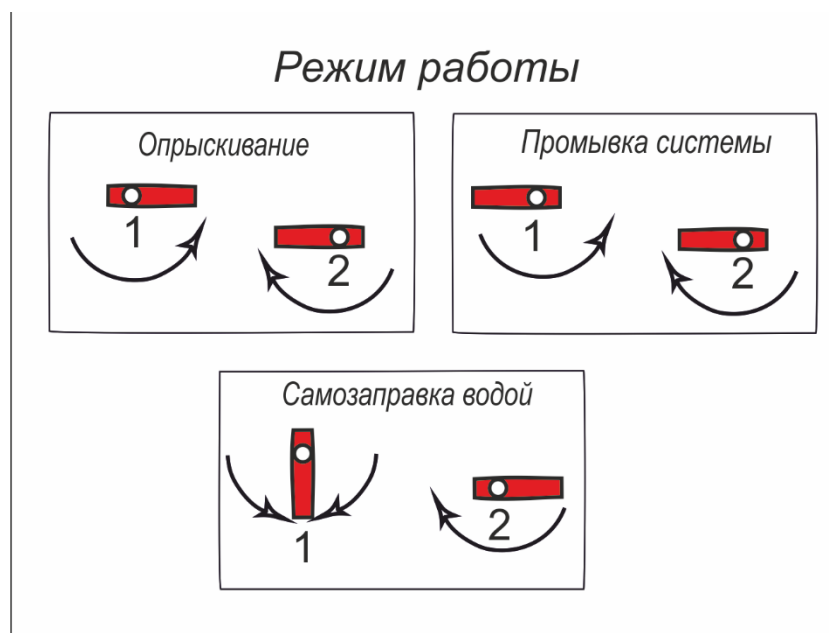

Рис. 9. Положения рукояток трехходовых кранов при различных режимах работы.
5.4.1. Опрыскиватель может работать в следующих режимах (рис. 9):
- Установить рукоятки трехходовых кранов 2 и 3 (рис. 9) в положение «Опрыскивание».